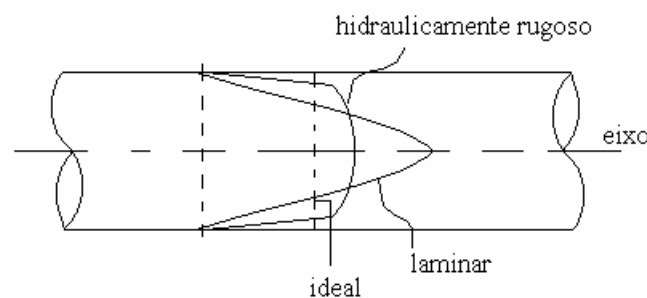

Figura 6.4
- **hidraulicamente rugoso** → este regime de escoamento é estabelecido quando a rugosidade da parede torna-se maior que a espessura da subcamada (ou filme) laminar. Neste tipo de escoamento o diagrama de velocidade aproxima-se do estabelecido para o escoamento ideal, como mostra a figura 6.4.